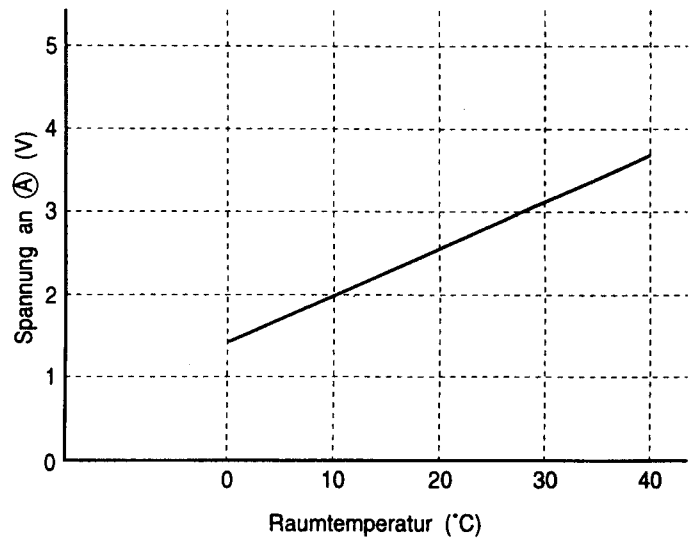

Abb. 6-2
Die Spannung an (A) hängt von der Raumtemperatur ab, wie in Abb. 6-2 gezeigt ist.